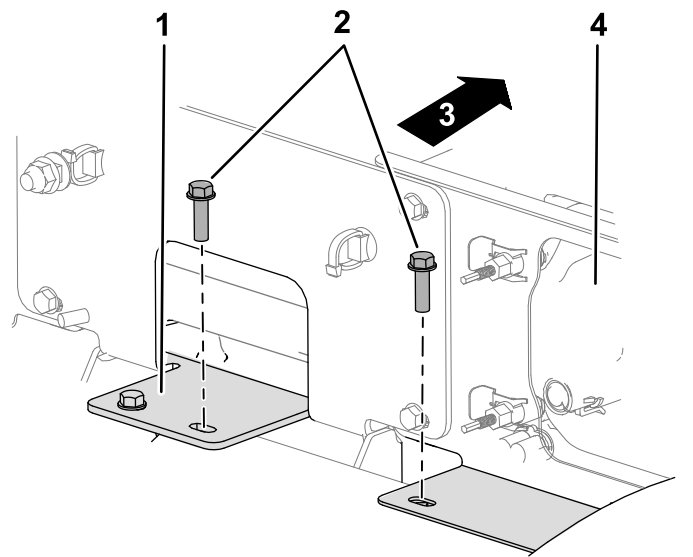

Figura 36
3. No suporte inferior do farol, retire os 2 parafusos de cabeça flangeada (1/4 x 7/8 pol.), no interior do farol direito, que prendem os suportes do farol ao farol (Figura 36).